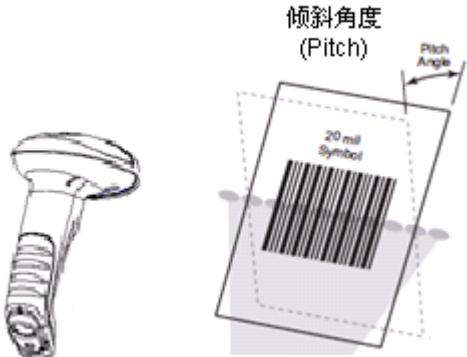

图 1-10
- ◆ 倾斜角度(Pitch)：±60°，测试条件为0°旋转角及0°偏转角（见图 1-10）。